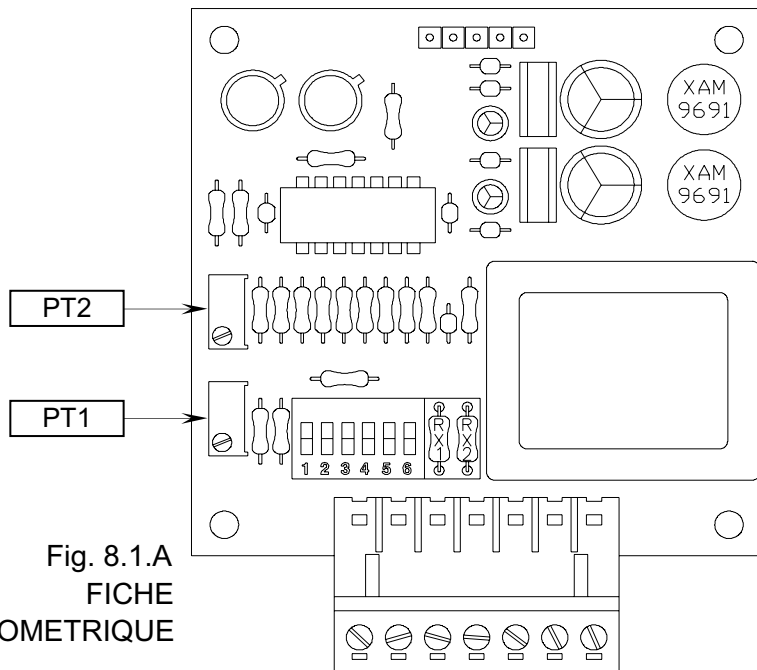

Fig. 8.1.A
2. Agir sur la vis du trimmer PT1 (voir Fig.8.1.A) et conduire l'indicateur à 0% de l'échelle.
4. Agir sur la vis du trimmer PT2 (voir Fig. 8.1.A) et conduire l'indicateur à 100% de l'échelle.
Fiche Potentiométrique	Fig. 8.1.A